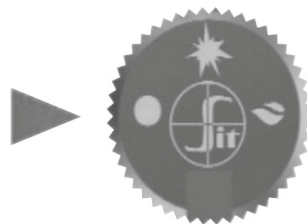

**Рисунок 11**
4. Нажать ручку управления и повернуть ее в положение «Запальная горелка» (Рисунок 11).